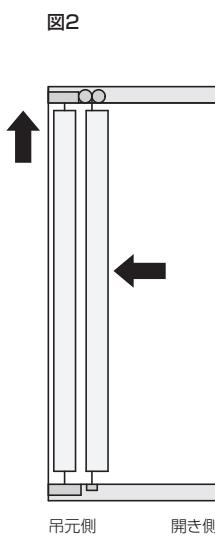

図2
- ③ 図2のように、戸を垂直に立てながら、上部ピボットを上部ピボット受け金具(HR-11)に入れます。
- ④ 戸の開き側に付けてある固定カップ部に、上部吊り車と下部ガイドのホルダ一部をパチンという音がするまで差込みます。